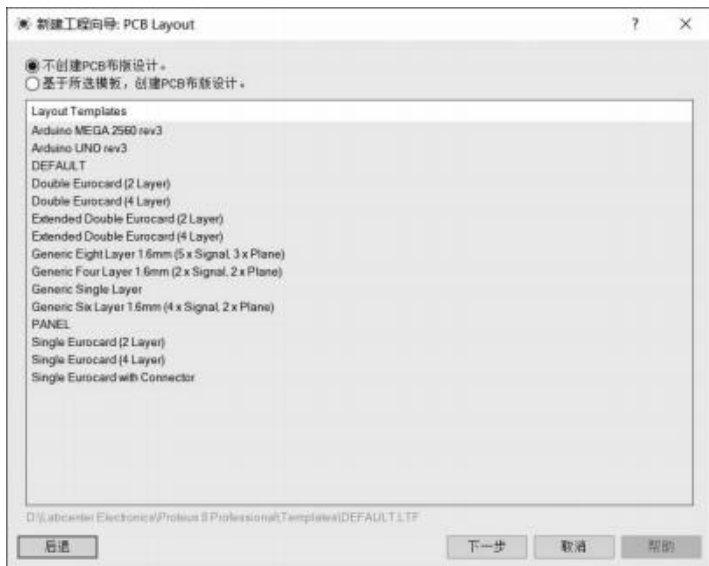

图 1-3-5 选择 PCB 布版设计模板
(4)单击“下一步”按钮,选择 PCB 布版设计模板。这里保持默认选择,即“不创建 PCB 布版设计”,如图 1-3-5 所示。